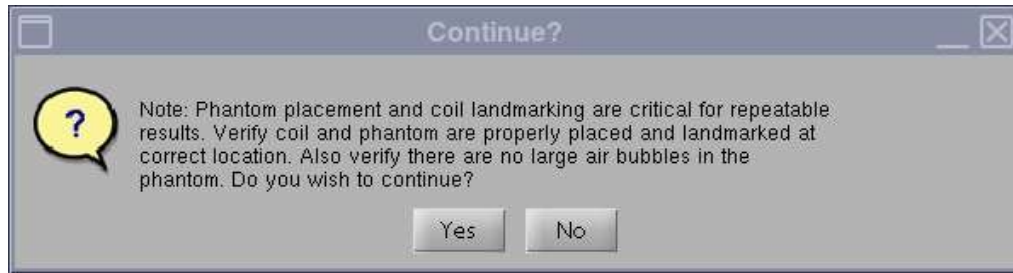

Figura 4
3. Tras el inicio, aparecerá una nota indicando “Phantom placement and coil landmarking are critical for repeatable results” (La colocación del fantoma y el registro de la posición de la bobina son esenciales para obtener resultados repetibles). Si el registro de la posición de la bobina se ha realizado correctamente y no hay burbujas de aire en el fantoma, haga clic en **[Yes]** (Sí) para continuar (Figura 4).